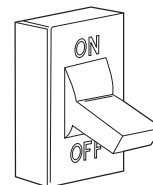

Fig. 18 – Mise hors tension
3. Coupez l'alimentation électrique à la chaudière. Consultez la Fig. 18.